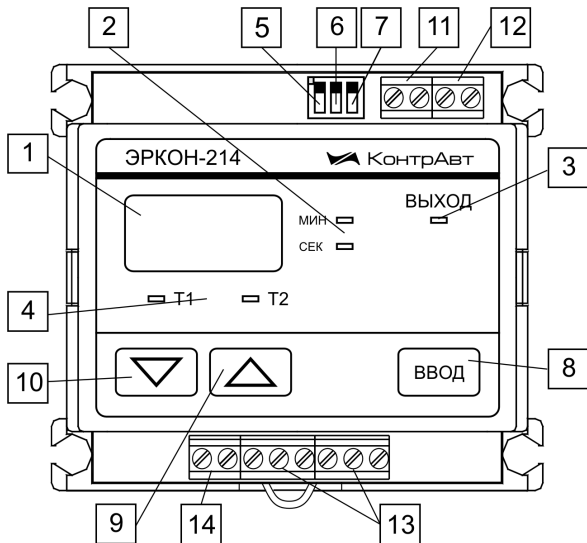

Рис. 5.1
Внешний вид реле показан на рис. 5.1.
На рис. 5.1 цифрами показаны:
К органам управления относятся кнопки: **БОЛЬШЕ**, **МЕНЬШЕ** и **ВВОД**, а также три переключателя: **5, 6, 7** (см. рис. 5.1).
Примечание: нумерация клемм клеммного соединителя **X2** производится слева направо (см. рис.5.1).
Примечание: нумерация клемм клеммного соединителя **X1** производится слева направо (см. рис. 5.1).
Выбор параметра, подлежащего конфигурированию, производится при помощи переключателей **6** и **7** (см. рис. 5.1). Различные положения переключателей **6**, **7** и **5** и соответствующие им состояния органов индикации в режиме конфигурирования проиллюстрированы табл. 5.3.
2. Нажать на кнопку **ВВОД** (см. рис. 5.1). При этом на цифровом индикаторе появится мигающее значение уставки **T1**. Начнет мигать индикатор **T1**, показывая, что сейчас на цифровом индикаторе отображается уставка **T1**. Загорится один из индикаторов **СЕК** или **МИН** (или **МИН** и **ЧАС** для модификации **ЭРКОН-214-Х-1-2**), показывая, в каких единицах времени измеряется значение, отображаемое на цифровом индикаторе.
2. Нажать на кнопку **ВВОД** (см. рис. 5.1). При этом на цифровом индикаторе появится надпись **t. 01**. Эта надпись означает, что выбрана для изменения уставка **T1**. Точка после буквы **t** будет часто мигать.
2. При помощи кнопок **БОЛЬШЕ** и **МЕНЬШЕ** (см. рис. 5.1) установить желаемое значение номера временной диаграммы.